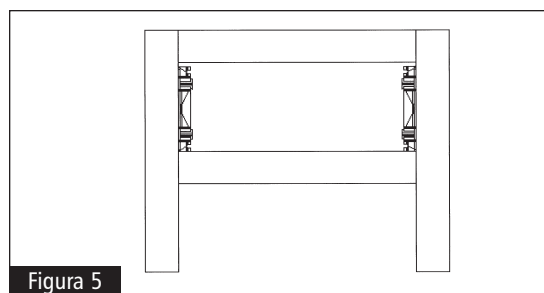

Figura 5
- 5** Coloque la cubierta del cajón en el gabinete oprimiendo la parte hembra del sujetador DDF puesta en la cubierta del cajón, sobre la parte macho del sujetador DDF puesta en el marco del gabinete. Vea la figura 5.